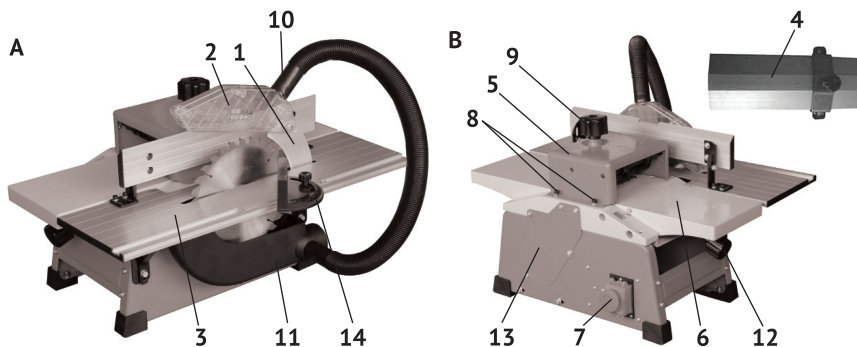
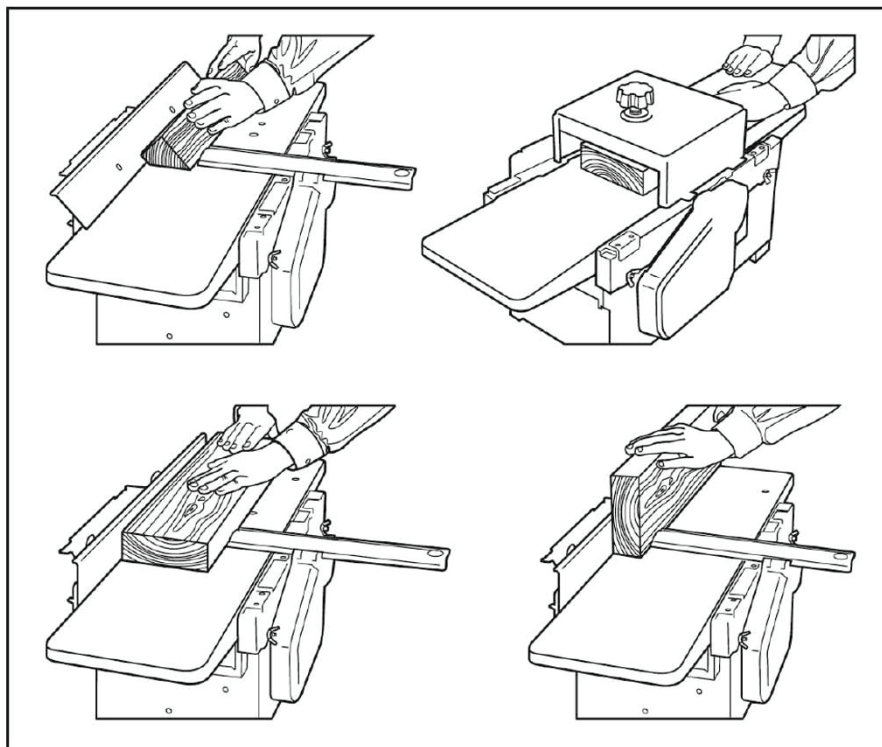

Рис. 1
Рис. 3
4.1 Общий вид станка схематично представлен на рис.1 (а; б)
Пуск станка осуществляется с помощью выключателя (7) (рис. 1).
- отвернуть ручку регулировки глубины строгания (12) (рис. 1В);
- вращением ручки, переместить подвижный стол 6 (рис. 1В) на необходимую глубину строгания, совместив риску R на подвижном столе с необходимым значением штриха на шкале (1) (рис. 3);